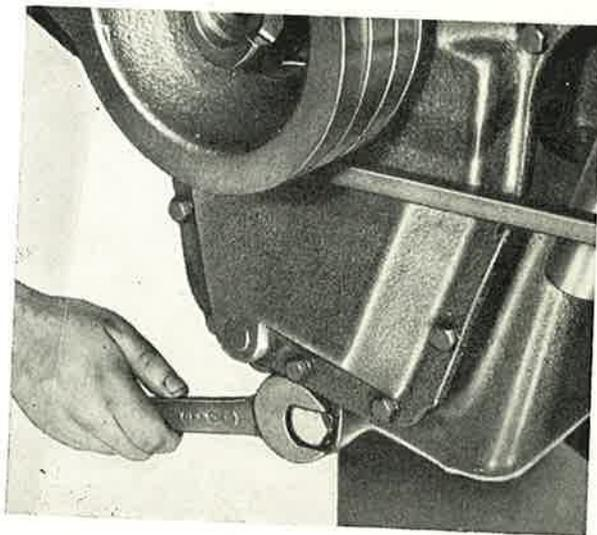

Abb. 50
i) Nunmehr den Motor entsprechend dem Abschnitt „Anlassen des Motors“ anlassen und ihn ohne Belastung so lange laufen lassen, bis sich das Kühlwasser auf 75–80°C erwärmt hat. Dann den Kraftstoffhebel langsam in die Stellung STOP bringen. Der Motor bleibt stehen. Nunmehr das Spülöl ablassen, indem die Ölablassschraube an der Ölwanne herausgedreht wird. Die Schraube sitzt unter dem vorderen Deckel des Motors (Abb. 50). Dann die Schraube wieder einsetzen und den Motor mit legiertem Öl füllen, und zwar im Sommer OA-M9A und im Winter OA-M6A, oder mit nicht legiertem Öl, und zwar im Sommer OT-K12 und im Winter OT-K8. Legierte Öle dürfen nie mit nicht legierten Ölen gemischt werden.